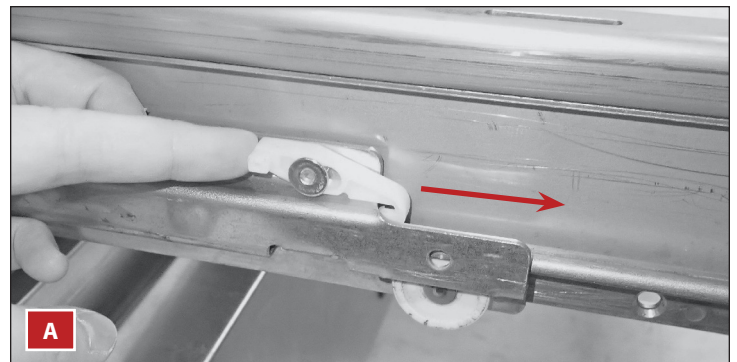

Fig. 2a. Empuje el retenedor hacia adelante.
2. Empuje el retenedor de plástico del cajón hacia adelante y levante el extremo delantero. Consulte las figs. 2a y 2b.